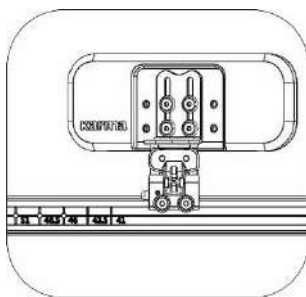

Figura 5-131
- El soporte de cadera se muestra en la figura 5-131.